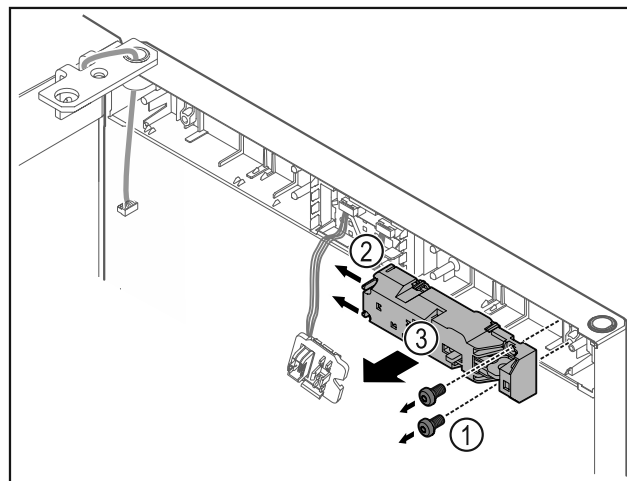

Fig. 10
- Rimuovere le viti Fig. 10 (1).
- Spingere di lato i naselli di arresto Fig. 10 (2) e rimuovere la serratura a distanza Fig. 10 (3).